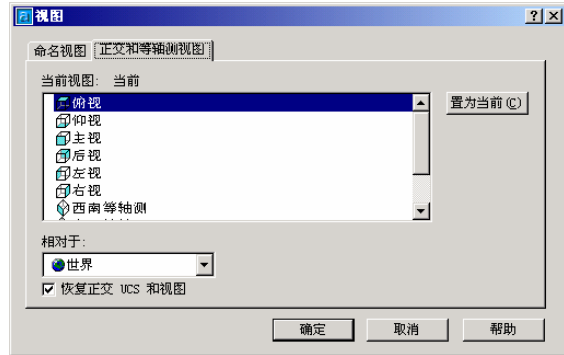

图 1-36 恢复正交和等轴测视图
(2) 在“正交和等轴测视图”选项卡中，可以恢复正交或等轴测视图，如图 1-36 所示。